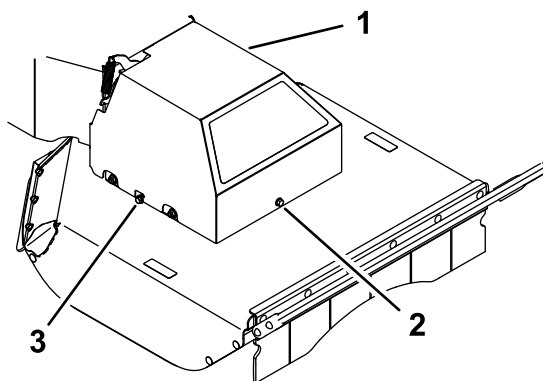

Bild 31
5. Lösen Sie Schrauben an der linken und rechten Seite um ein paar Umdrehungen und lösen Sie die vordere Schraube, bis die Abdeckung locker ist (Bild 31).
Ziehen Sie die zuerst die vordere dann die seitlichen Schrauben an (**Bild 31**).